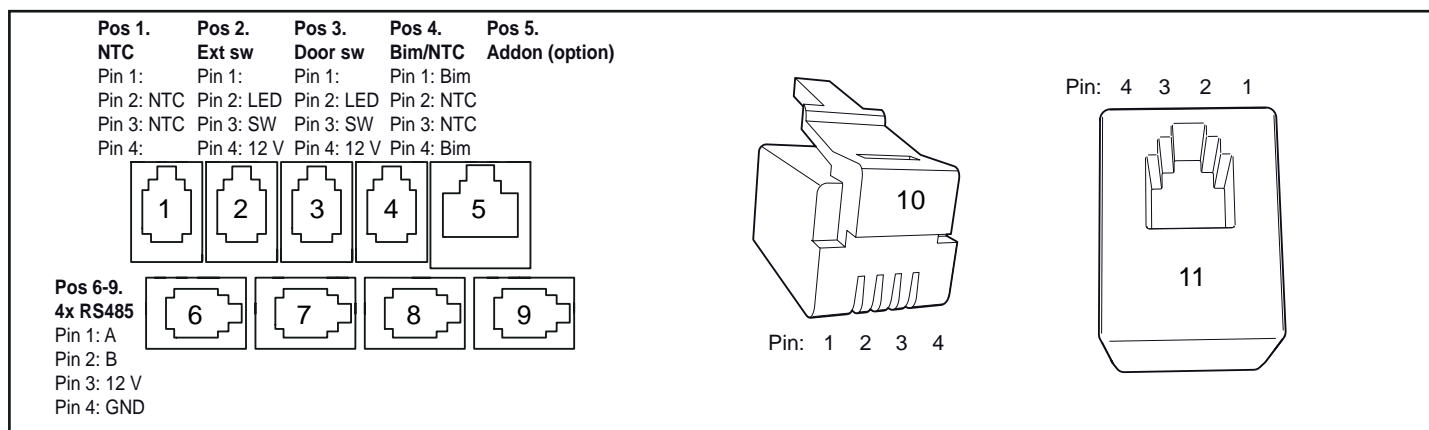

Fig 19: Modularkontakter beskrivning (Pos 1-4 och 6-9: RJ10, Pos 5: RJ45)
1. Modularplugg (RJ10, se Fig 19)